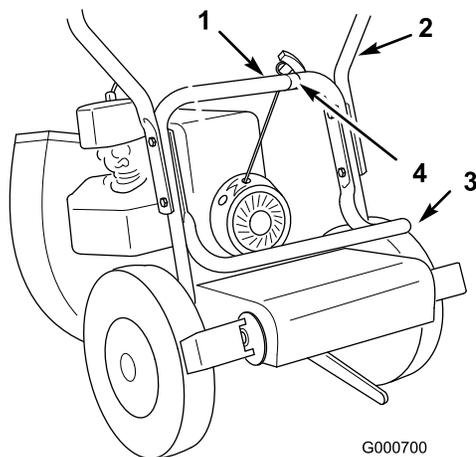

Figure 3
- Fixez la partie supérieure à la partie inférieure du guidon avec 4 boulons (5/16 x 1-1/2 pouces) et contre-écrous (5/16 pouce) (Figure 3).
- Fixez le support du sac à l'intérieur de la partie inférieure du guidon lors du montage de ce dernier (Figure 3).